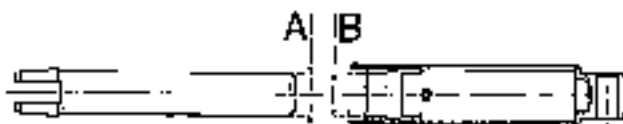

Fig. 205 - Diametro dello stelo e della bocca.
- Controllare il diametro del pistone a quello del cilindro di sollevamento confrontandoli con quelli riportati nelle tabelle dei limiti di usura (fig. 205).